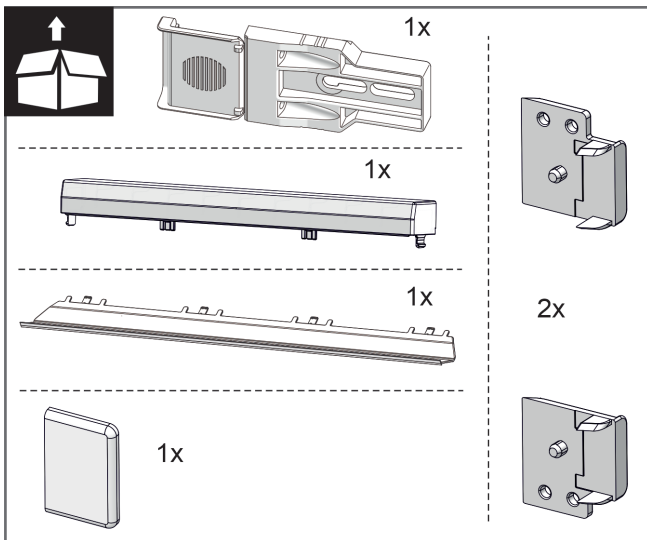
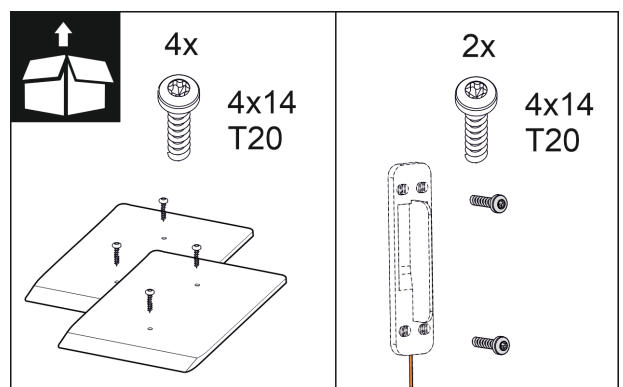

Fig. 11
Fig. 17
2. Проверка деталей для осуществления монтажа в комплекте принадлежностей. С Fig. 11 () по Fig. 17 ()
Детали для осуществления монтажа в комплекте принадлежностей Fig. 11 0 по Fig. 17 0